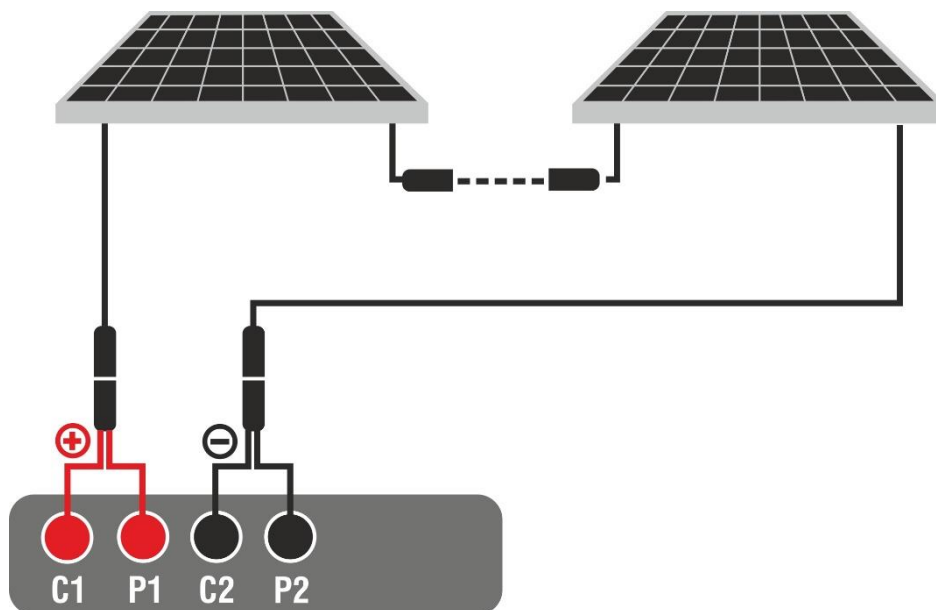

Fig. 34: Connexion pour test I-V sans unité distante
3. Connectez l'instrument au module/chaîne de test comme indiqué dans la Fig. 34. En particulier, connecter le pôle négatif sortant du module/chaîne aux bornes **P2, C2** et le pôle positif sortant du module/chaîne aux bornes **P1, C1**